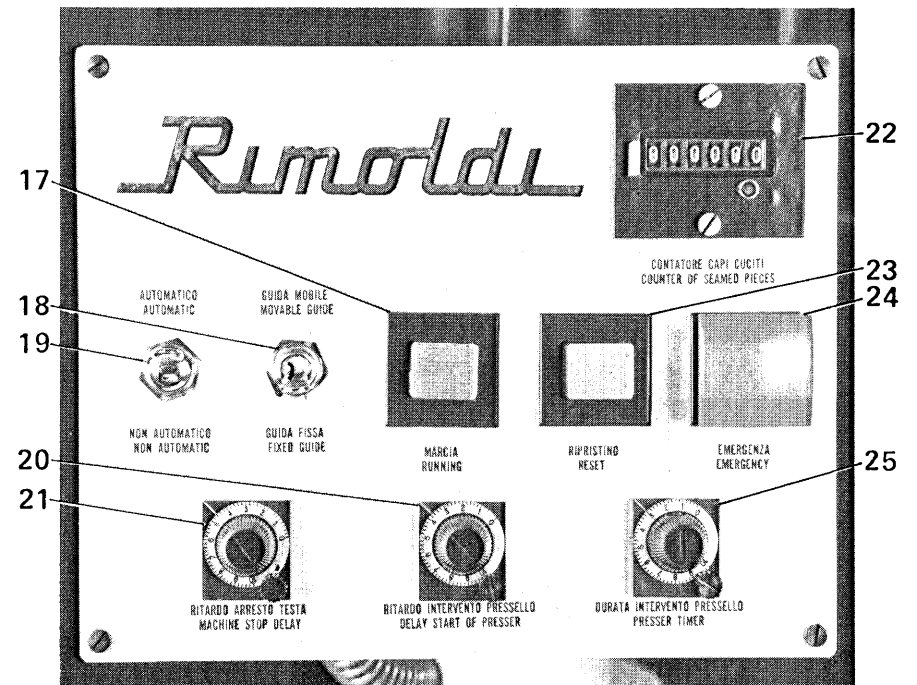

Fig. 8
14) Un tableau des commandes orientable portant les éléments suivants (fig.8)
- un poussoir vert MARCHE (17) pour donner la tension à la boîte des composants électriques
- 1) Interrupteur (19 fig.8) en position AUTOMATIQUE
- 2) Interrupteur (18 fig.8) en position GUIDE FIXE
- 2) Interrupteur (18 fig.8) en position GUIDE MOBILE
- 1) Interrupteur (19 fig.8) en position NON AUTOMATIQUE
- 2) Interrupteur (18 fig.8) en n'importe quelle position